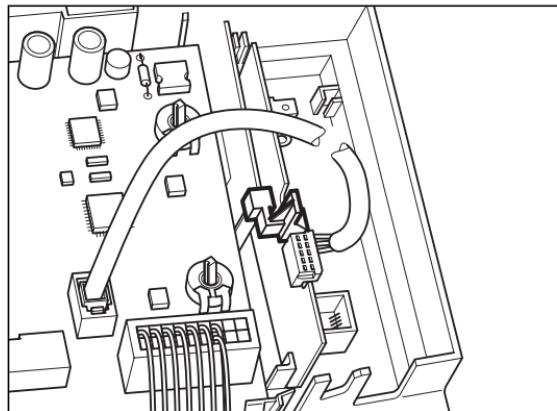

Fig. 4.3 Fijación de la placa con clip 1
- Deslice la placa (1) con el clip en el alojamiento (2) de la caja de distribución.
- Conecte la línea de bus (3) a la placa del circuito impreso de vrnetDIALOG mediante el conector de bordes (4).
- Introduzca el otro terminal de conexión de la línea bus en el conector (5) de la placa del circuito impreso del calefactor.
- Monte el circuito impreso según la fig. 4.3. a 4.5 en la caja de distribución.